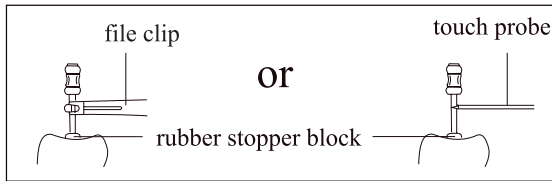

Imagen 23
4.2.6 Cuando la lima alcance el ápice, ajuste la pieza de goma colocada en la lima endo hasta el punto de referencia (borde incisal o borde de la fosa), a continuación extraiga la lima endo, mida la longitud entre la parte superior de la lima y la pieza de goma, y esta será la longitud de trabajo del diente. También se puede utilizar con la sonda de contacto en lugar de clip de archivo, cuando es inconveniente para medir los dientes posteriores [Imagen 23].